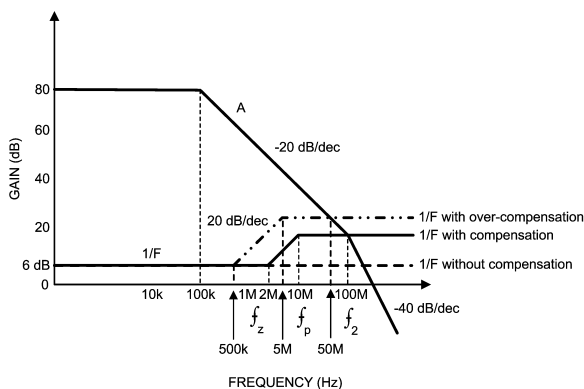

FIGURE 10. Bode Plots of LMH6624 Open Loop Gain A and 1/F with and without Compensation
**ルール 1** 1/F のカーブと開ループ・ゲイン A のカーブの交点が  $G_{min}$  であること。このポイントで、A の開ループ・ゲインの位相マージンは  $135^\circ$  です。つまり  $45^\circ$  の位相マージンが確保されます。LMH6624 で位相マージンが  $45^\circ$  となる交点は 100MHz です。Figure 10 で周波数  $f_2$  は、LMH6624 を Figure 9 の回路で構成したときの適切な交点を示しています。オペアンプの第 2 ポール位置での A と 1/F との交点が、 $45^\circ$  位相マージンの基準点になります。アンプ回路を過度に補償する場合には、交点をオペアンプの第 2 ポール周波数よりも低く設定しなければなりません。そうすることで、開ループ・ゲイン A との交点が  $G_{min}$  よりも大きい 1/F 値が得られます。なお、 $G_{min}$  はデータシートに記載されている安定動作に必要な最小ゲインです。
**ルール 2** 1/F ポール (Figure 10 参照) を 1/F と A の交点よりも 1 デケード (一桁) 低い周波数に設定する。このような周波数に設定すると、1/F ポールで生じる  $90^\circ$  の位相進みの効果が十分に得られます。
入力リード・ラグ補償方法は、LMH6624 を反転回路構成で使用したユニティ・ゲイン・アプリケーションにも使えます。ゲイン 1 は、データシートで規定されている LMH6624 の最小安定ゲイン 10V/V (20dB) に比べてかなり低い値です。外付けリード・ラグ補償がない場合、帰還係数の逆関数は、反転構成と非反転構成の両方に適用される式 (3) を使って求めます。反転回路構成でユニティ・ゲインを実装するということは、 $R_F = R_1$  を意味します。ゆえに、Figure 10 に破線で示すとおり、 $1/F = 2V/V(6dB)$  です。
Figure 9 に示す補償回路を実装し、1/F 関数を Figure 10 の実線に示すように設定しました。1/F カーブは低周波数において 6dB を示しています。高周波領域で 1/F カーブは、周波数  $f_2$  にて、ゲイン 20dB で開ループ・ゲイン A と交差しています。この条件は前述のルール 1 に従ったものです。ここで 20dB は、メーカーのデータシートに記載されている安定動作に必要な最小ゲインです。1/F ポール  $f_p$  は、ルール 2 で述べたように、交点の 1 デケード下に設定しました。
Figure 9 の補償回路を適用すると ROC は 30dB/dec となります。Figure 10 のボード線図は近似グラフです。開ループ・ゲイン A の実際の応答は、 $f_2$  で傾き  $-30dB/dec$  に滑らかに切り替わります。以上によって完成した回路系は、開ループ・ゲインのドミナント・ポールと第 2 ポールとが 1 デケード以上離れていることと、開ループ・ゲインの 1/F という交点の 1 デケード以内に他のポールが存在しないという事実から、およそ  $45^\circ$  の位相マージンを有します。開ループ・ゲイン A に、周波数  $f_2$  より高い周波数で、かつ  $f_2$  から 1 デケード未満の周波数範囲に第 3 のポールが仮に存在すると、位相マージンは影響を受けるでしょう。
また、 $1/F$  と  $A$  の交点を 20dB ではなく 26dB に設定します。特性を Figure 10 に二点鎖線で示します。